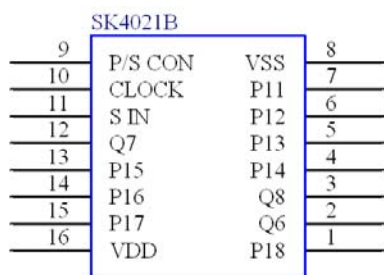
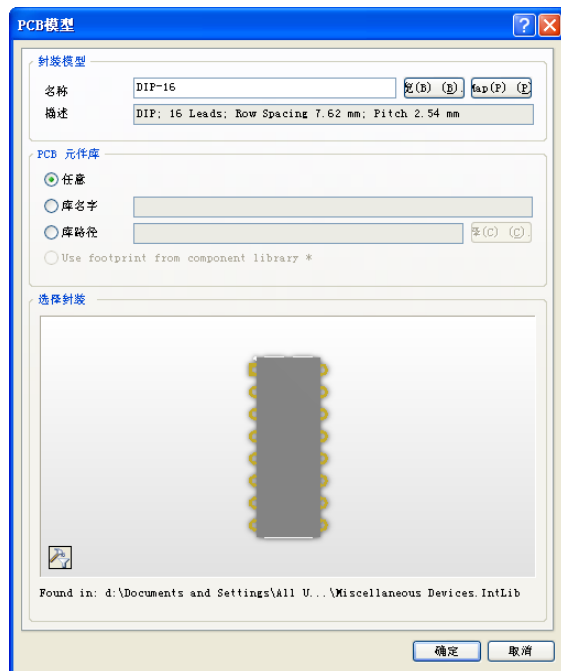

图 15-46 编辑好的 SK4021B 元件
图 15-47 SK4021B 元件的封装形式
Step2 编辑 SK4021B 元件。在“SCH Library (SCH 库)”面板中,单击“Add (添加)”按钮,添加新的元件,将其命名为 SK4021B。编辑好的 SK4021B 元件和其封装形式分别如图 15-46 和图 15-47 所示。